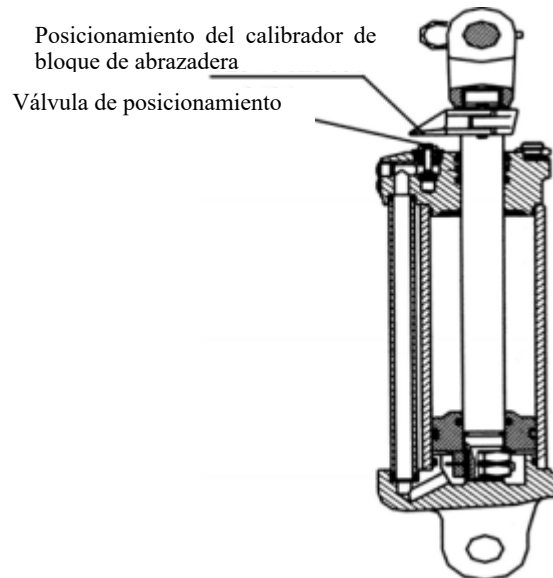

Figura 5-22 Ajuste de la altura descendente del cilindro de alta presión
5.4.3 Ajuste de la altura de caída del cilindro de presión (ver figura 5-22)